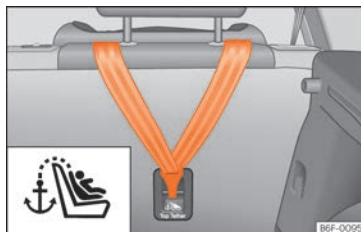

Abb. 27 Rückseite der Rücksitzbank: Halteösen für den Top Tether-Gurt.
- Befestigungsgurt durchziehen und ordnungsgemäß an der Verankerung an der Rückseite der Rückenlehne befestigen »» **Abb. 27**.